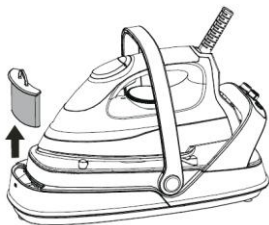

Fig. 7
2. Rimuovere il filtro anticalcare **3** tirandolo verso l'alto (Fig. 7).